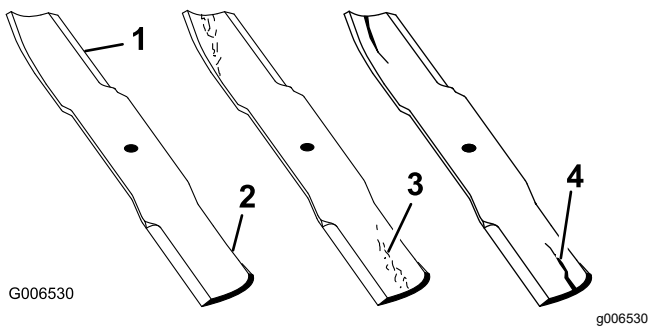

Figure 54
1. Examinez le tranchant des lames (Figure 54).
4. Remplacez immédiatement toute lame fendue, usée ou qui présente une entaille sur cette partie (Figure 54).